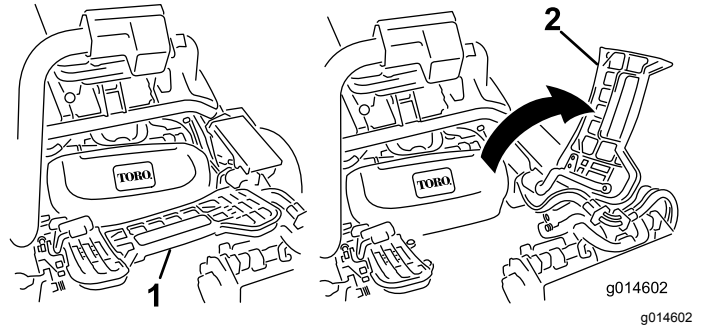

図10
3. 中央カッティングユニットを取り付ける時は、フットレストを跳ね上げて取り付け位置へのアクセスを確保する(図10)。